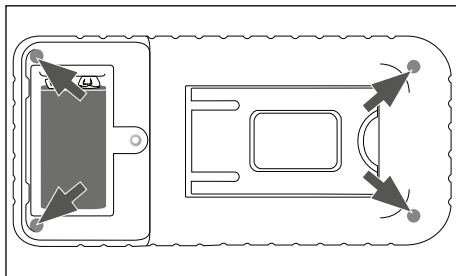

Fig. 5
- ◆ Allentare le quattro viti del lato posteriore dell'apparecchio e rimuovere il pannello posteriore (vedere fig. 5).